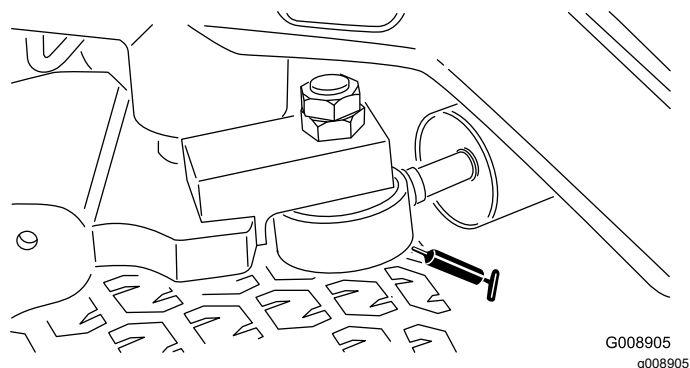

Рисунок 53
**Примечание:** При желании можно установить дополнительную масленку на другой торец цилиндра рулевого механизма. Снимите колесо, установите масленку, заправьте ее консистентной смазкой, снимите масленку и установите пробку (Рисунок 53).